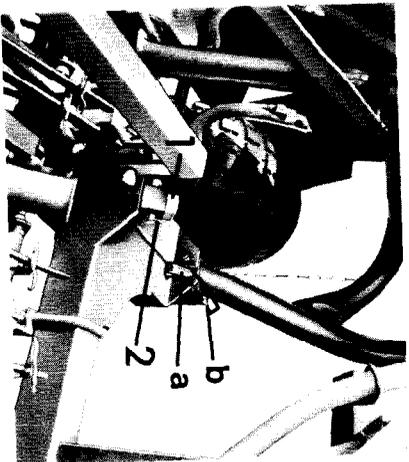

Abbildung 6
5. Falls zur Erreichung eines höheren Schardruckes erforderlich, können die Seitenausleger starr mit dem mittleren Scharträger verbunden werden. Dazu Hebel (Abb. 6) in Stellung »a« bringen.
Vor dem Zusammenklappen ist dieser Hebel wieder in Stellung »b« (Abb. 6) zu bringen.
6. Die Stützen (Abb. 6/1) hochziehen und mit Bolzen (Abb. 6/2) und Feder-
(Abb. 6) gegebenenfalls in Stellung (b) bringen usw.